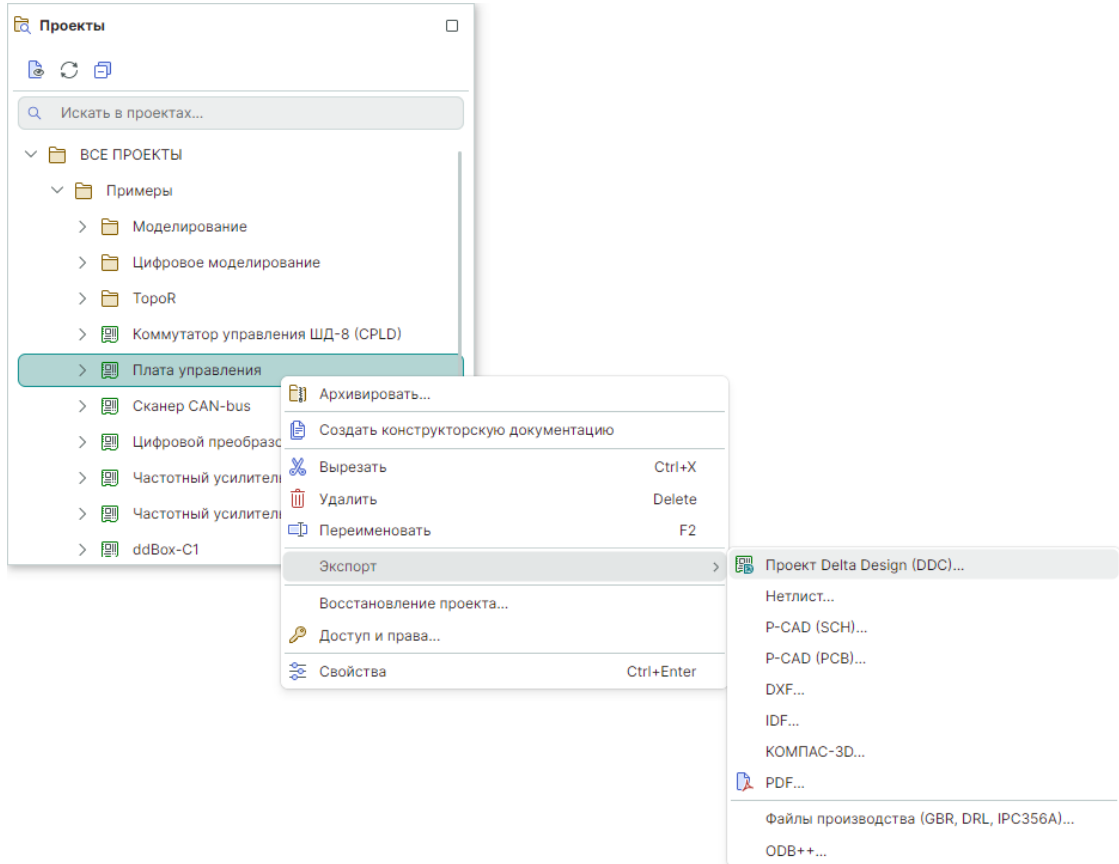

Рис. 70 Экспорт проекта в формате \*.ddc
2. Вызовите контекстное меню, перейдите в раздел «Экспорт» и выберите пункт «Проект Delta Design (DDC)...», Рис. 70.